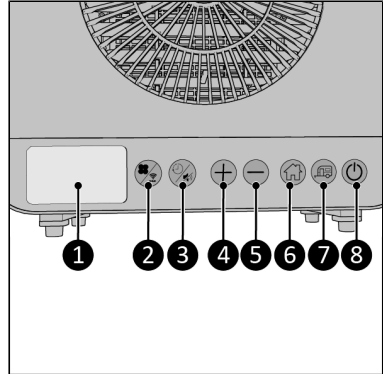

Figuur 3.
10. Houd de schroefdroppen (Figuur 3, pos. 8) binnen bereik voor de schroefdraden op de beugel (Figuur 10, pos. 4).
12. Draai de schroefdroppen (Figuur 3, pos. 8) op de schroefdraden (Figuur 11, pos. 2).